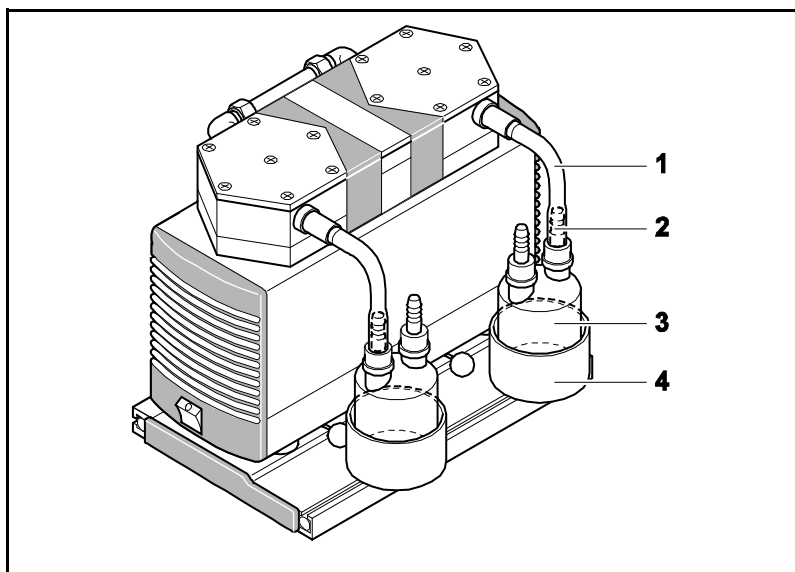

Abb. 6: Abscheider (dargestellt LABOPORT-System SR am Beispiel der Pumpe N 840.3 FT.18)
1. Behälter für Abscheider (siehe Abb. 6/4) in die nach oben weisende Nutenschiene der Basisplatte schieben.